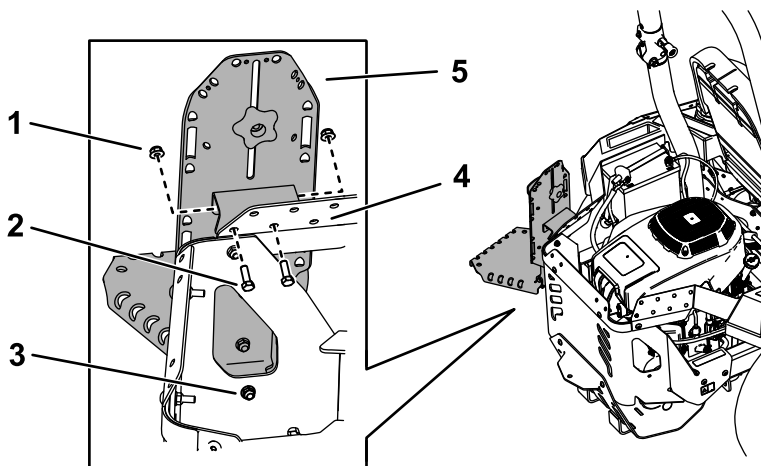
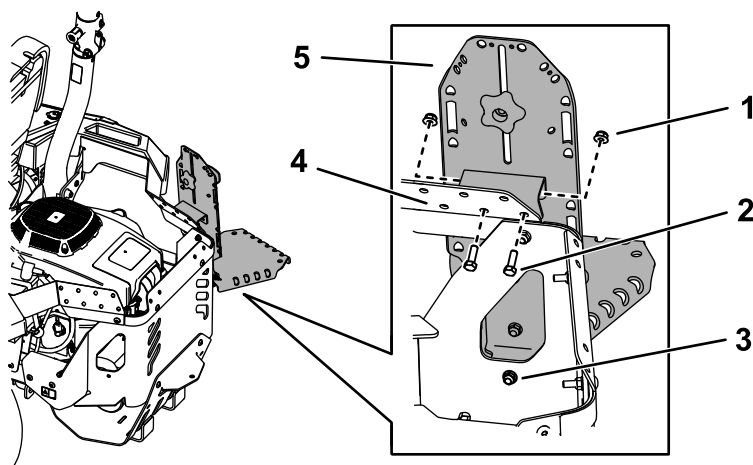

Figure 11
Figure 12
1. Fixez l'ensemble support à la protection supérieure latérale à l'aide de 2 boulons (5/16" x 1") et 2 écrous (5/16"), comme montré à la Figure 11 ou la Figure 12.
3. Fixez le bas du support principal à la protection du moteur à l'aide de 1 boulon de carrosserie (5/16" x 7/8") et 1 écrou (5/16"), comme montré à la Figure 11 ou la Figure 12.